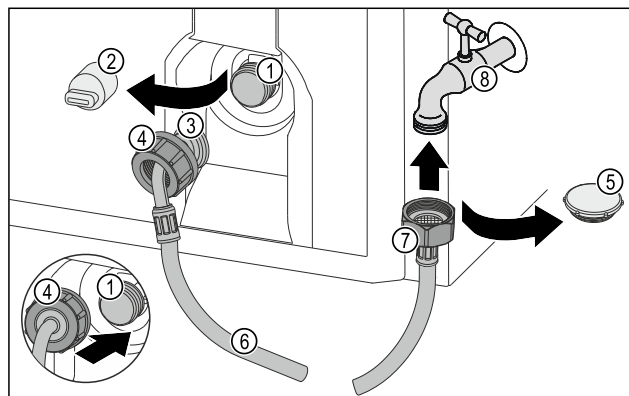

Fig. 10
- Verschlusskappe Fig. 10 (5) entfernen.
- Mutter am geraden Schlauchende (7) auf Wasserhahn (8) schrauben.